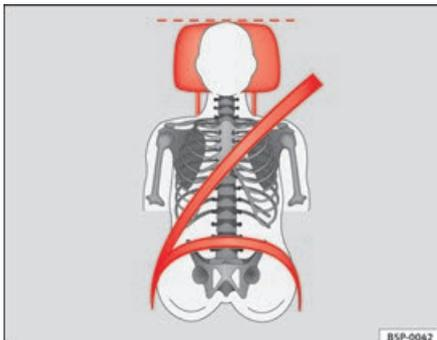

Fig. 13 Posição da faixa do cinto de segurança e do encosto de cabeça correctos, vistos de frente
- A faixa do ombro deve passar aproximadamente pelo centro do mesmo. O cinto de segurança tem de ficar bem cingido ao tronco do ocupante ⇒ **fig. 13**.